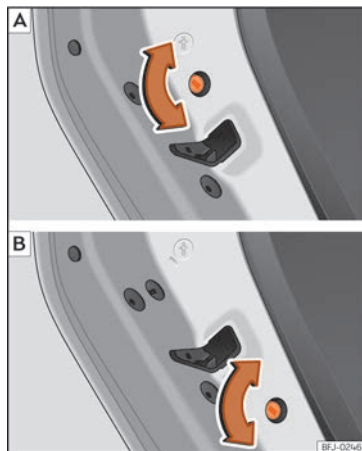

Fig. 56 Fiador infantil de la porta esquerra [simètric a la porta dreta]. En funció de la versió o el país, el vehicle té la variant **A** o bé la variant **B**.
- Amb la porta oberta, gireu la ranura amb la clau del vehicle en sentit horari per a les portes de l'esquerra »» fig. 56 i en sentit antihorari per a les portes de la dreta.
- Amb la porta oberta, gireu la ranura amb la clau del vehicle en sentit antihorari per a les portes de l'esquerra »» fig. 56 i en sentit horari per a les portes de la dreta.